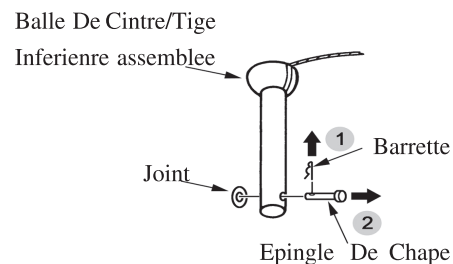

FIG.4
1. Enlever les barrette & le joint de l'épingle de chape et enlever l'épingle de tige inférieure. (Voir fig. 4)